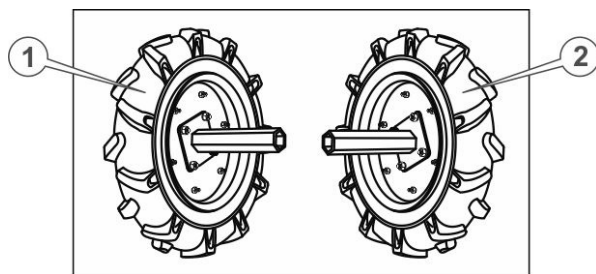

Рисунок 2 – Ліве та праве колесо
4. Приєднати маточини коліс до колісних дисків за допомогою болтів, надійно затягнути всі з'єднання на колесах (див. рис. 2) Водночас необхідно пам'ятати, що на колеса встановлені пневматичні шини зі спрямованим малюнком протектора типу «ялинка». Встановлення коліс необхідно виконувати так, щоб споглядаючи на мотоблок зверху, «вістря» цієї «ялинки» були спрямовані вперед (див. рис. 2), крім того, вентилі для накачування камер повинні перебувати з зовнішнього боку колеса.